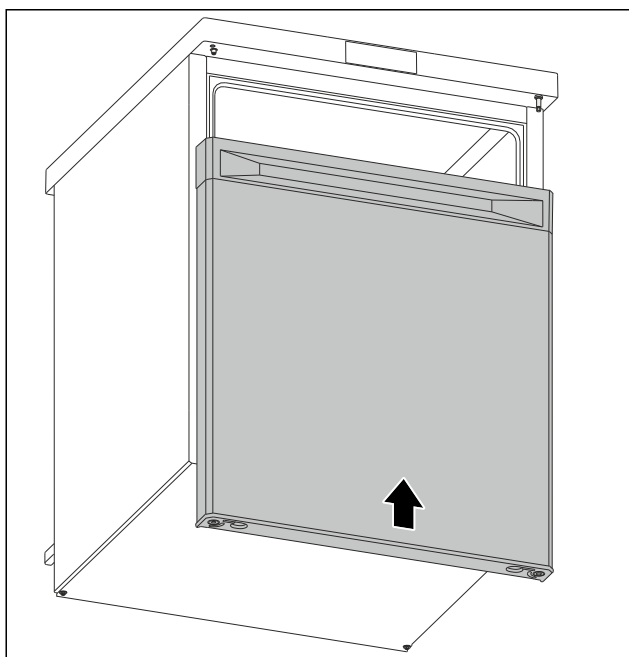

Fig. 15
- Vrata v zaprtem stanju potisnite na zgornji sornik. (glejte Fig. 15)